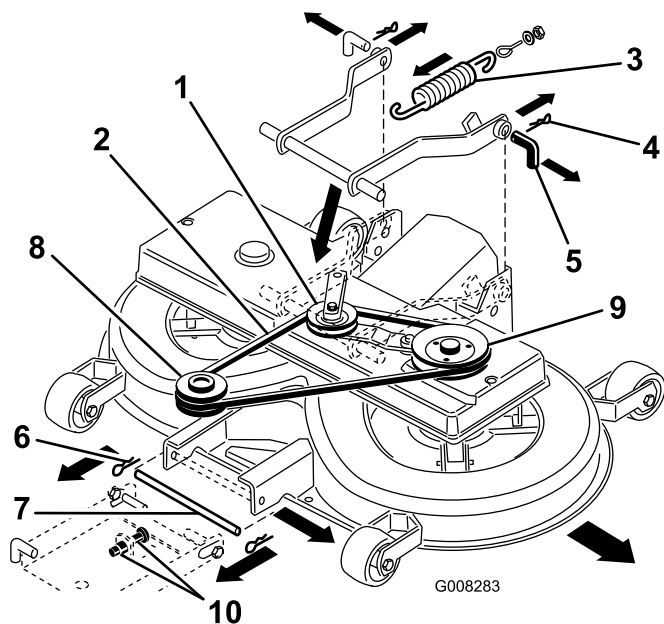

Figura 43
2. Togliete la puleggia con cinghia trapezoidale e il braccio di rinvio (Figura 43).
8. Tirate dentro il braccio di rinvio e togliete la cinghia trapezoidale dalla puleggia (Figura 43).
9. Scollegate la molla dalla leva d'innesto (Figura 43).
11. Togliete i fermagli a forcina dai due perni posteriori e togliete i perni (Figura 43).
12. Togliete il fermaglio a forcina dal perno anteriore e togliete il perno (Figura 43).
13. Togliete la cinghia trapezoidale dalla puleggia del motore (Figura 43).
7. Spostate il perno inferiore della sospensione di regolazione anteriore nella posizione inferiore dei fori scanalati, regolando i due dadi M12 sulla sospensione anteriore (Figura 43).